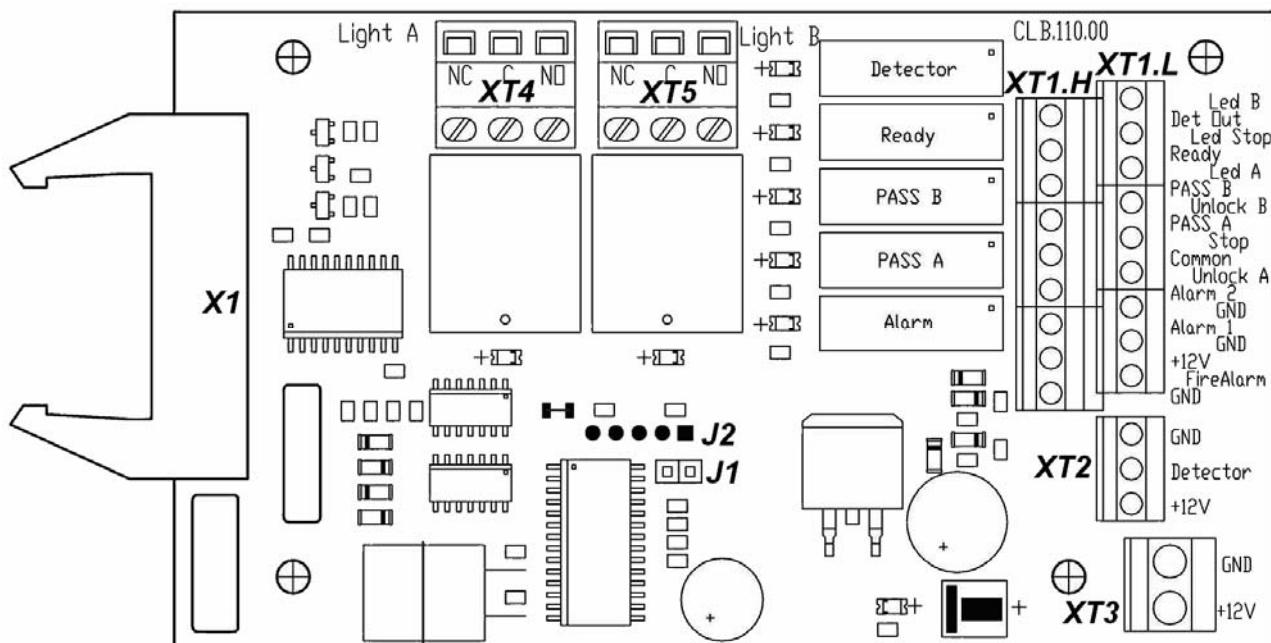
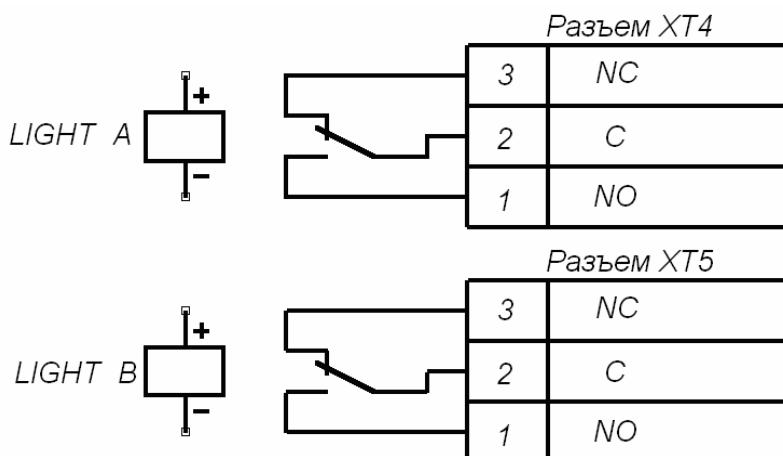

Рисунок 5. Внешний вид платы управления CLB
Рисунок 9. Выходные каскады для *Light A* и *Light B*
ПДУ подключается к плате управления гибким многожильным кабелем (11) через клеммную колодку **XT1.L** (см. рис. 5 и 12).
Изменить ориентацию ПДУ относительно установки турникета (если по месту установки турникет обращен к оператору не лицевой, а тыльной стороной) можно, поменяв местами провода от ПДУ, подключаемые на контакты *Unlock A* и *Unlock B*, а также *Led A* и *Led B* соответственно (см. рис. 5 и 12).
На плате управления (см. рис. 5) расположены:
Подключение указанных устройств производится с помощью кабеля (11) к соответствующим клеммным колодкам **XT1.L** и **XT1.H** платы управления в соответствии со схемой электрических соединений (см. рис. 5 и 12).
Обозначения установленных на плате управления клеммных колодок и назначение их контактов показаны на рис. 5.
Факт срабатывания / отпускания реле **PASS A**, **PASS B**, **Ready**, **Detector** и **Alarm** можно определить по загоранию/гашению красных индикаторов, которые установлены вблизи указанных реле (см. рис. 5).
Режим управления определяется наличием перемычки на разъеме **J1** (расположение разъема **J1** показано на рис. 5: перемычка установлена – импульсный режим управления, перемычка снята – потенциальный режим управления). При поставке перемычка установлена.
Подключение ДКЗП производится к клеммной колодке **XT2**, а сирены – к клеммной колодке **XT1.H** платы CLB согласно схеме электрических соединений (рис. 5 и 12). ДКЗП должен иметь нормально-замкнутые контакты.
На контакты *Det Out* и *Common* клеммной колодки **XT1.H** платы управления (рис. 5) всегда транслируется сигнал о текущем состоянии ДКЗП.
Подключение устройства, подающего команду аварийной разблокировки *Fire Alarm*, производится к клеммной колодке **XT1.L** платы CLB согласно схеме электрических соединений (см. рис. 5 и 12). Если вход *Fire Alarm* не используется, то необходимо установить перемычку между контактами *Fire Alarm* и *GND*. При поставке данная перемычка установлена.
Выносные индикаторы подключаются на клеммные колодки **XT4** (*Light A*) и **XT5** (*Light B*). При этом реле **Light A** (**Light B**) активизировано (на его обмотку подано напряжение), когда горит соответствующая данному направлению прохода зеленая стрелка на блоке индикации, и нормализовано (на его обмотку напряжение не подано), когда соответствующая данному направлению прохода зеленая стрелка на блоке индикации не горит. Факт срабатывания / отпускания реле **Light A** и **Light B** можно определить по загоранию / гашению красных индикаторов, которые установлены вблизи указанных реле (см. рис. 5). Выходные каскады для сигналов *Light A* и *Light B* – перекидные контакты реле (см. рис. 9) со следующими характеристиками сигналов: